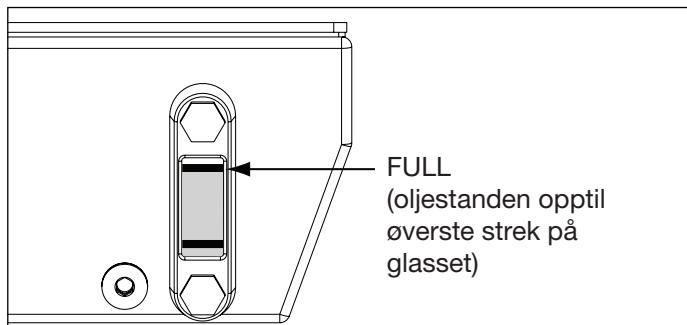

Figur 1, luftelokk og oljefylleplugg
Se figur 1. Det sitter en transportplugg (A) i lufteporten på toppen av tanken. Før du bruker pumpen må du skifte ut transportpluggen (A) med luftelokket (B) og adapterkoplingen (C).
Kontroller oljenivået på pumpen før oppstart. Tanken er full når oljestanden er opp til den øverste streken på nivåglasset, som vist i Figur 2. Om nødvendig, etterfyller du olje ved å ta oljefyllepluggen (D) ut av påfyllingsrøret, som vist i Figur 1. Bruk Enerpac HF-olje (ISO-grad 32).